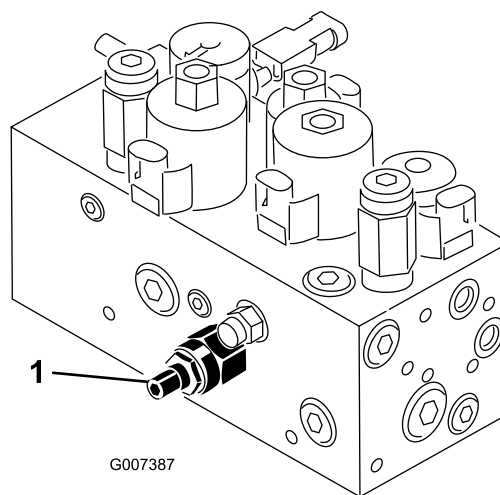

図 48
本機のカッティングユニット昇降回路にはフローコントロールバルブ (図 48) がついています。このバルブは、工場で所定の設定をされていますが、油圧オイルの作動温度の違い、刈り込み速度の違い、使用しているアタッチメントの違いなどにより、調整が必要になる場合があります：もし調整が必要になったら、以下の手順で行ってください。：
1. 運転席を上げ、センター・プルフレーム用フローコントロールバルブ (図 48) を露出させる。バルブは油圧マニホールドの側面についている。